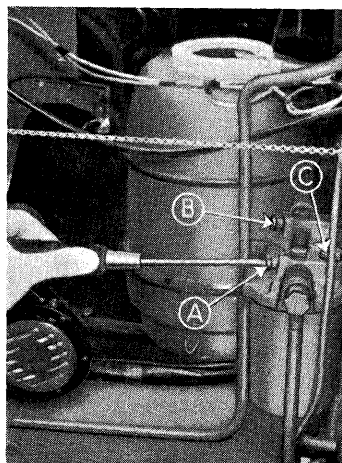

Fig. 8.
Pump lidt med fødepumpens arm og løsne forfilterets udluftningsskrue (C) fig. 8, fortsæt pumpningen til brændstoffet strømmer luftfrit ud og spænd igen (C). Løsne udluftningsskruen (A), ligeledes på forfilteret, og pump til brændstoffet er frit for luftblærer, hvorefter (A) igen tilspændes. Derefter udluftes finfilteret ved udluftningsskruen (B), og efter at denne igen er tilspændt fortsættes pumpningen i ca. et halvt minut for at luften kan blive fordrevet fra rørene mellem filter og indsprøjtningpumper.